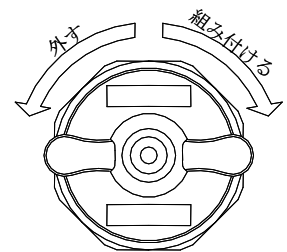
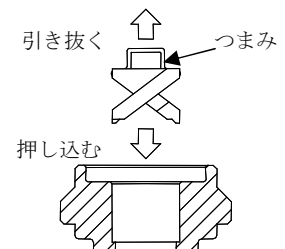

図 1. ひねり方向
図 2. ワーラー着脱手順
- ① ノズルチップを反時計回りに約  $60^\circ$  ひねり(図 1)、アダプターより引き抜きます。
- ② パッキンは中に指を入れて、摘むようにして引き抜いてください。
- ③ ワーラーのつまみをつかんでワーラーを引き抜きます(図 2)。外れにくい場合はワーラーを回しながら抜いてください。(INJJX、INJJX-Y のみ)
- ① ワーラーをノズルチップに押し込みます(図 2)。(INJJX、INJJX-Y のみ)
- ③ ノズルチップとアダプターの凹凸を合わせてから押し込み、ノズルチップを時計回りにパチンと音がするまで約  $60^\circ$  ひねってください(図 1)。